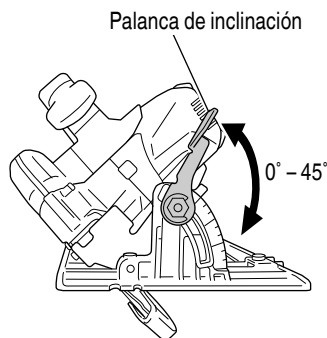

Fig. 19
7. Verifique si la palanca de profundidad de corte y la palanca de inclinación están apretadas. Si la palanca de profundidad de corte con la que se ajusta la profundidad de corte (Fig. 18) y la palanca de inclinación con la que se ajusta el ángulo de inclinación (Fig. 19) están sueltas, pueden resultar en lesiones físicas. Asegúrese de que estén fijadas de forma segura. Asegúrese de que se encuentren firmemente apretadas.
Como se muestra en la Fig. 19 aflojando la palanca de inclinación en el calibrador de inclinación y en la tuerca de mariposa, la hoja de la sierra se puede inclinar hasta un ángulo máximo de 45° en relación con la base.